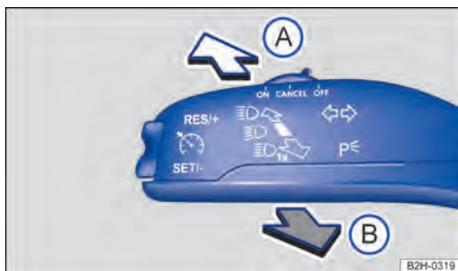

Fig. 72 À esquerda na coluna de direção: alavanca dos indicadores de direção e do farol alto.
- Levar a alavanca dos indicadores de direção e do farol alto da posição central para a seguinte posição → Fig. 72:
- (A) Farol alto ligado.
- (B) Acionar o sinal de luz ou desligar o farol alto. O *sinal de luz* permanece aceso enquanto a alavanca estiver puxada.